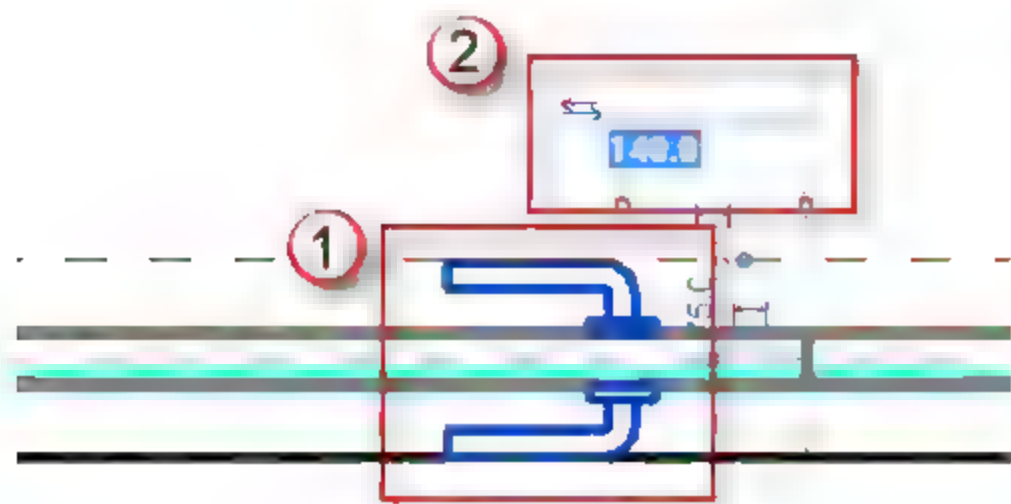
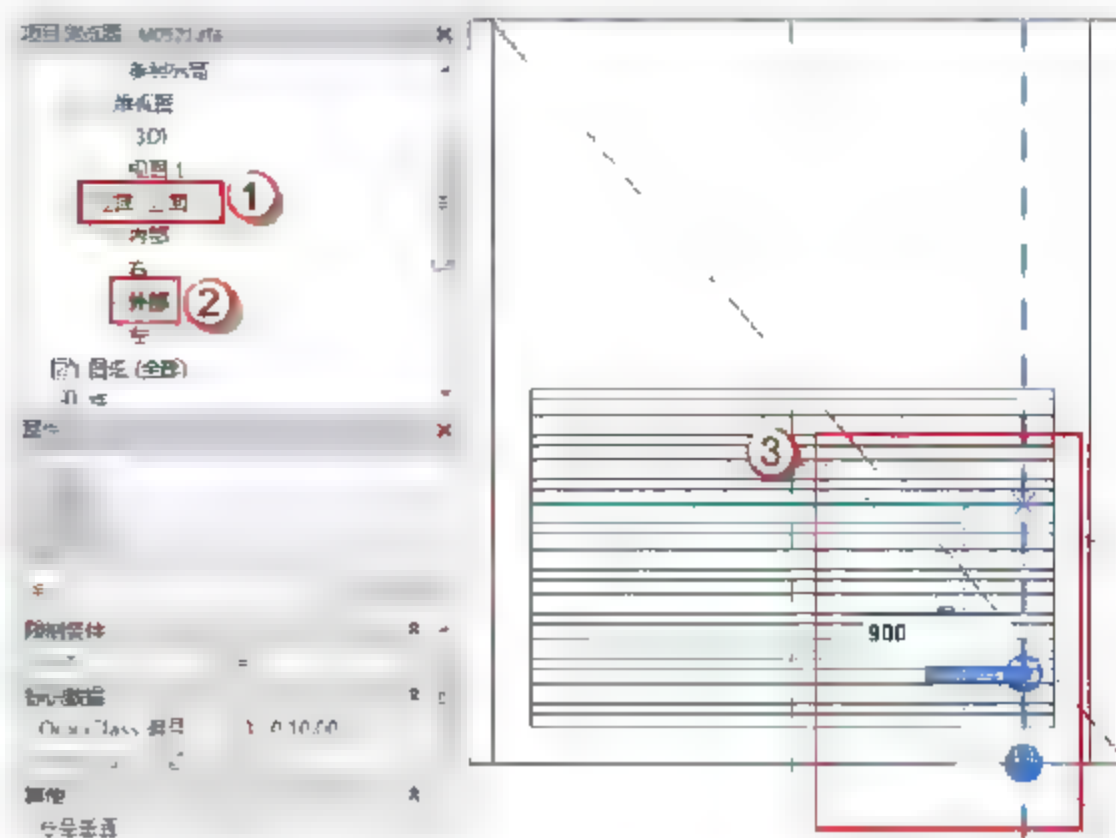

图 6.1.73 调整门锁水平位置
图 6.1.74 调整门锁竖直位置
(26) 调整门锁位置。单击门锁距离门中轴线尺寸, 输入“140”字样, 如图 6.1.73 所示。选择“项目浏览器”中的“立面(立面1)”→“外部”选项, 进入门的外部立面视图。选择族“门锁 11”, 按快捷键 M+V, 向上拖动并输入“900”, 按 Enter 键结束, 如图 6.1.74 所示。最后按两次快捷键 M 将“门锁 11”镜像复制到对称位置, 对称轴选择门的中轴线。